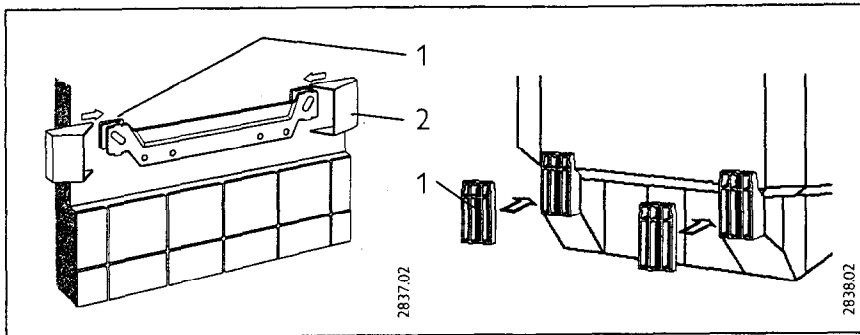

Abb. 7/ Fig. 7/ Afb. 7
- Wandunebenheiten durch beiliegende Distanzstücke (5 mm dick, Abb. 7, Pos. 1) ausgleichen.
- Abdeckkappen auf die Aufhängeleisten schieben (Abb. 7, Pos. 2).
Compensate for uneven walls using the spacers provided (5 mm thick, Fig. 7, no. 1).
- Slide the protective caps onto the wall supports (see Fig. 7, no. 2).
- Compenser les irrégularités du mur au moyen des cales d'écartement jointes (épaisseur 5 mm, fig. 7, rep. 1).
- Placer les caches sur les profilés d'accrochages (fig. 7, rep. 2).
Oneffenheden van de muur met de meegeleverde afstandsstukken (5 mm dik, afb. 7, pos. 1) compenseren.
- Afschermkapjes op de ophangbeugel schuiven (afb. 7, pos. 2).